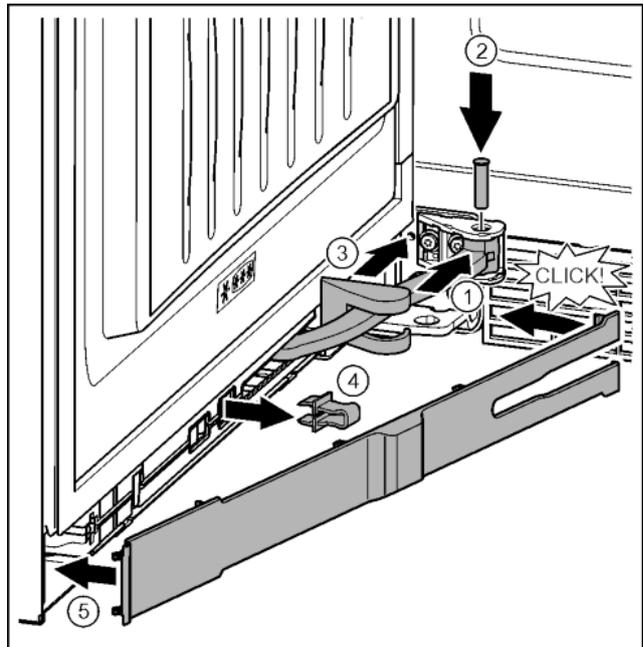

Fig. 43
- ▶ Ruotare lo snodo nel componente di blocco. Fig. 43 (1)
- ▶ Inserire il perno con un cacciavite T15 nel componente di blocco e nello snodo. Prestare attenzione che l'arresto sia correttamente in sede nella scanalatura. Fig. 43 (2)
- ▶ Spingere la copertura del blocco di supporto lungo lo snodo e montarla sopra il componente di blocco. Fig. 43 (3)
- ▶ Togliere la protezione. Fig. 43 (4)
- ▶ Applicare la mascherina lato maniglia e orientarla verso l'interno. Fig. 43 (5)